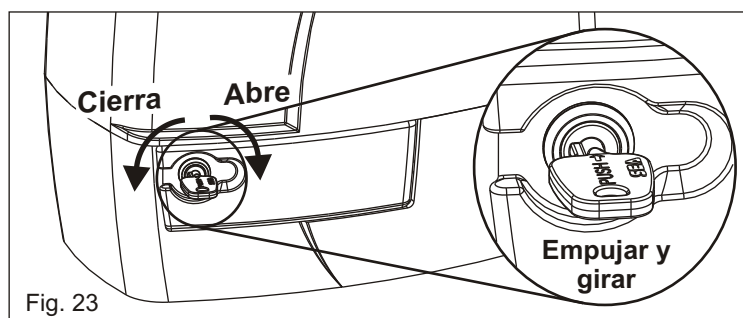

Fig. 23
- Insertar la llave, **empujar** y girarla en sentido horario de 90°, (Fig. 23).